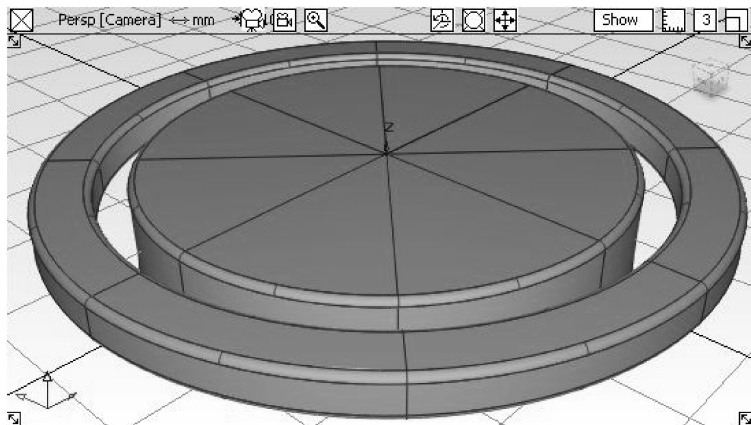

图 5-69 创建其余过渡曲面
- 13 采用同样的方法，为其余曲面之间创建圆角过渡曲面，如图 5-69 所示。